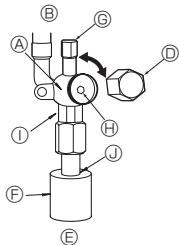

Fig. 4-5
- ① Gas-/Flüssigkeitsseite von ZM71 (Fig. 4-5)
- ① Entfernen Sie die Kappe und drehen Sie die Ventilstange mit einem 4 mm-Schraubenschlüssel bis zum Anschlag gegen den Uhrzeigersinn. Hören Sie auf zu drehen, wenn der Anschlag erreicht ist.